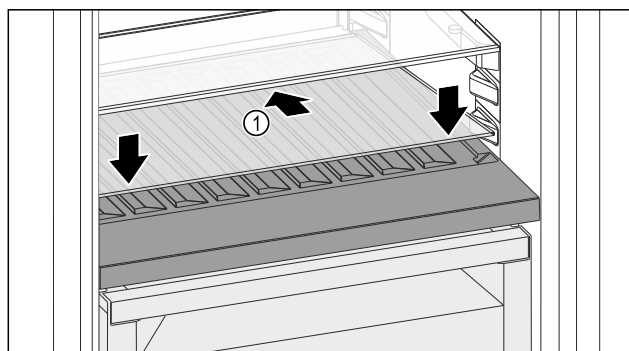

Fig. 158
- Posizionare il ripiano di vetro Fig. 158 (1) inclinato indietro e verso il basso.
- Abbassare la parte anteriore del ripiano di vetro Fig. 158 (1).